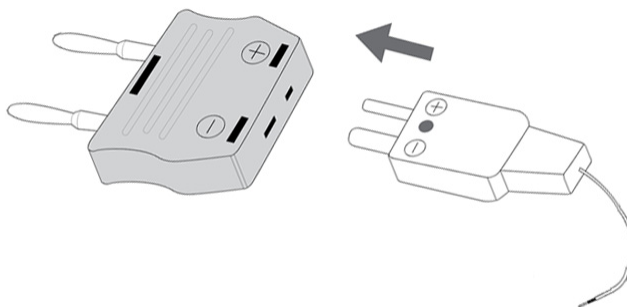

图 2-13 将热探头连接到非补偿转换适配器
- 2 按图 2-13 所示，将小型热探头连接到非补偿转换适配器。